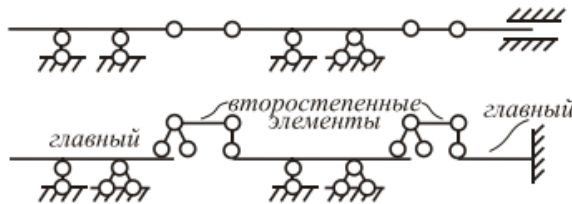

Рис. 2.4
6. Правила построения поэтажной схемы многопролетной шарнирной балки (рис.2.4).